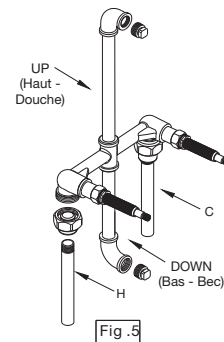

Fig.5
- 4 A. Positionnez le corps de la soupape dans le mur de manière appropriée (voir la Fig. 5). Assurez-vous que la marque « UP » est vers le haut et la marque « DOWN » est vers le bas.